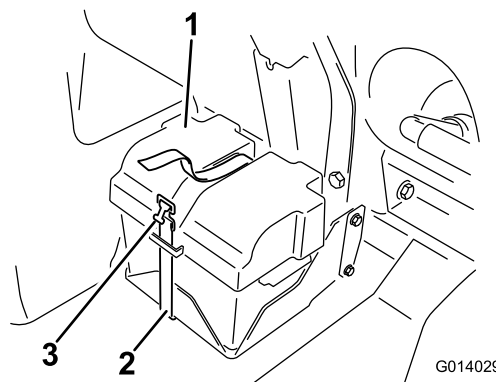

Bild 91
2. Nehmen Sie die Batterieabdeckung ab und klemmen das Minuskabel (schwarz) vom Batteriepol ab (Bild 91).
4. Montieren Sie die Batterieabdeckung und befestigen sie mit dem vorher entfernten Riemen (Bild 91).